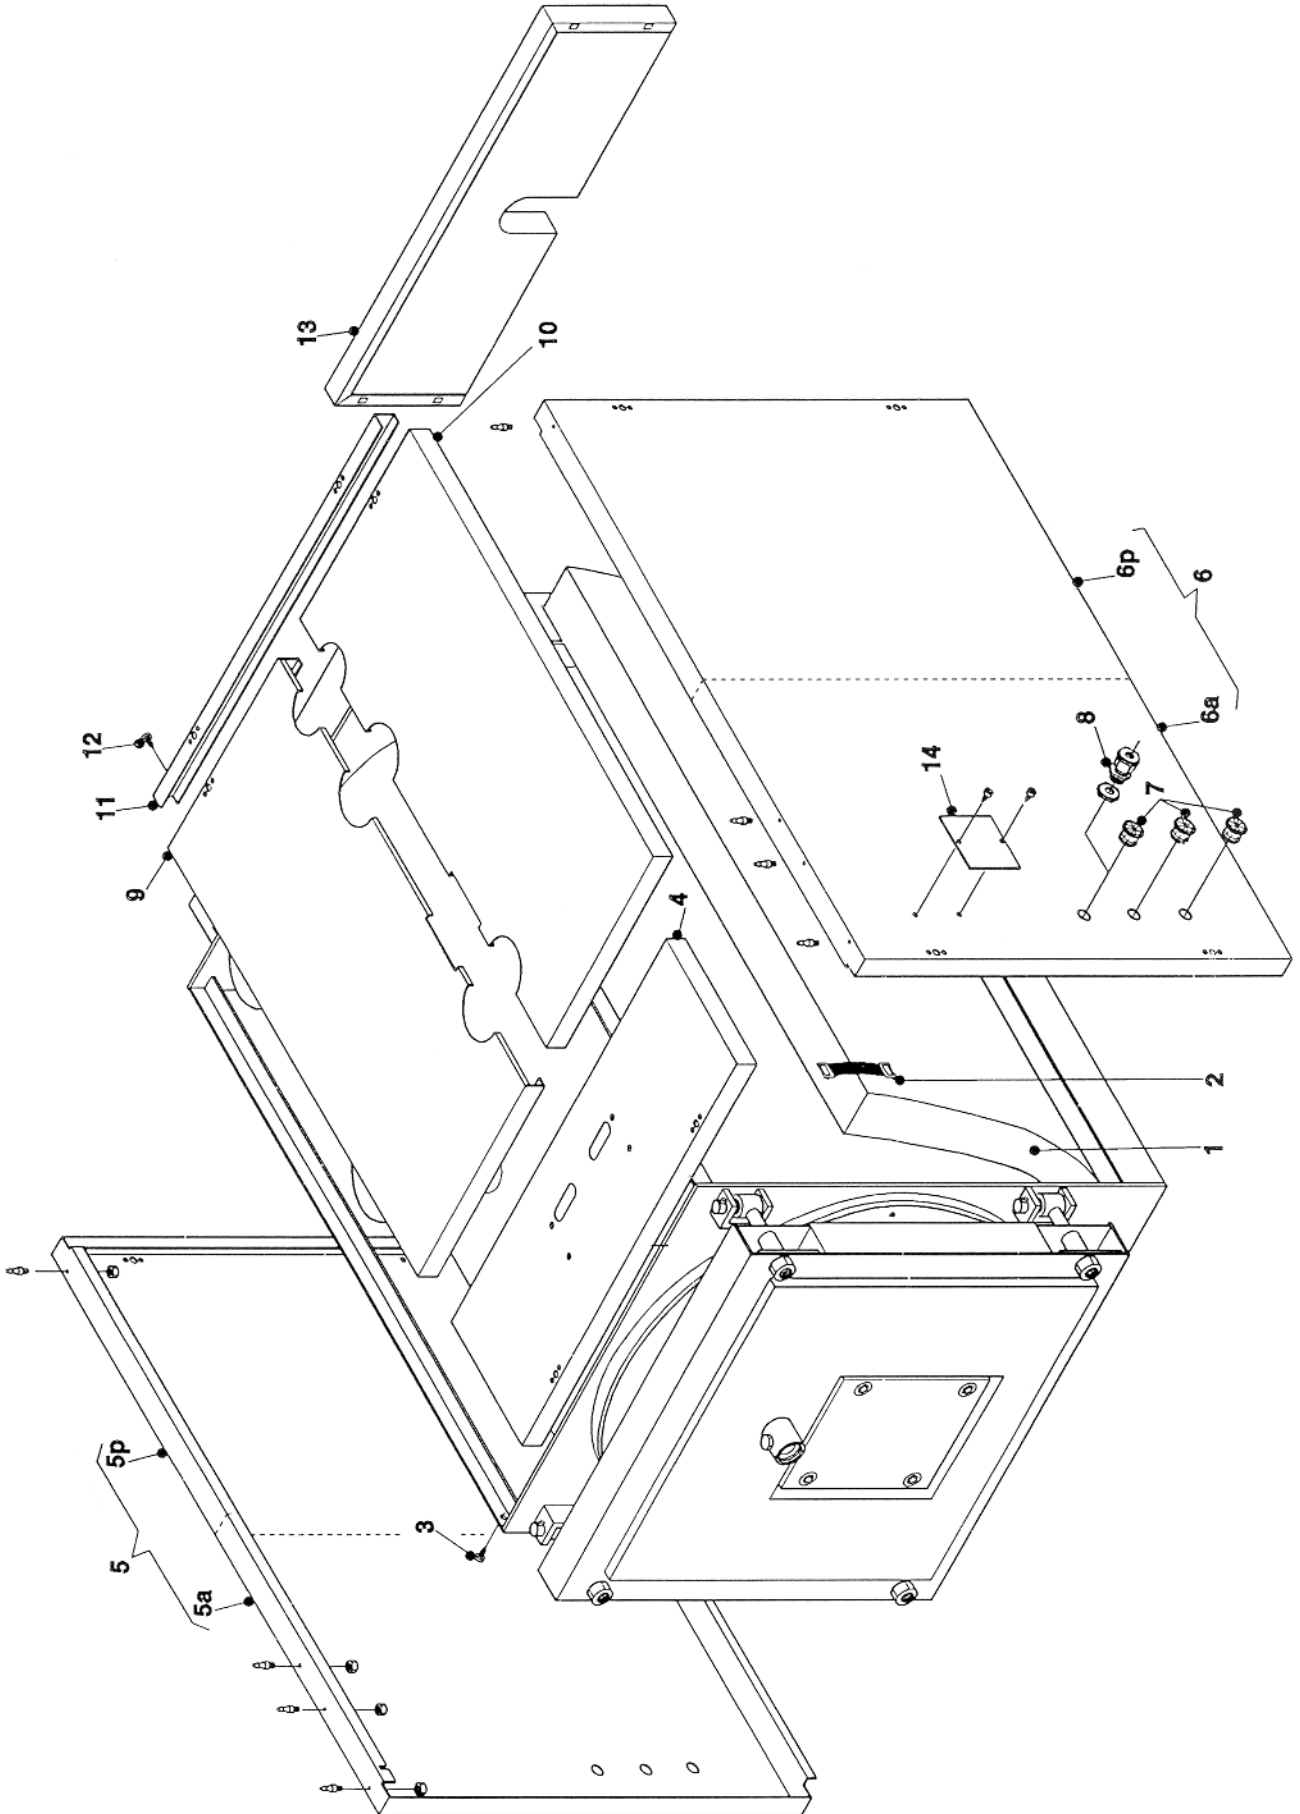

fig. 9
N.B. Per i modelli compresi tra **NOVA PREX100** e **NOVA PREX500** (rif. fig. 9), il mantello e l'isolamento sono contenuti in 1 imballo marcato: **NOVA PREX (modello)**
N.B. Per i modelli compresi tra **NOVA PREX600** e **NOVA PREX1200** (rif. fig. 9), il mantello e l'isolamento sono contenuti in 3 imballi marcati: **NOVA PREX (modello) B AN**
Sequenza di montaggio (Rif. fig. 9)